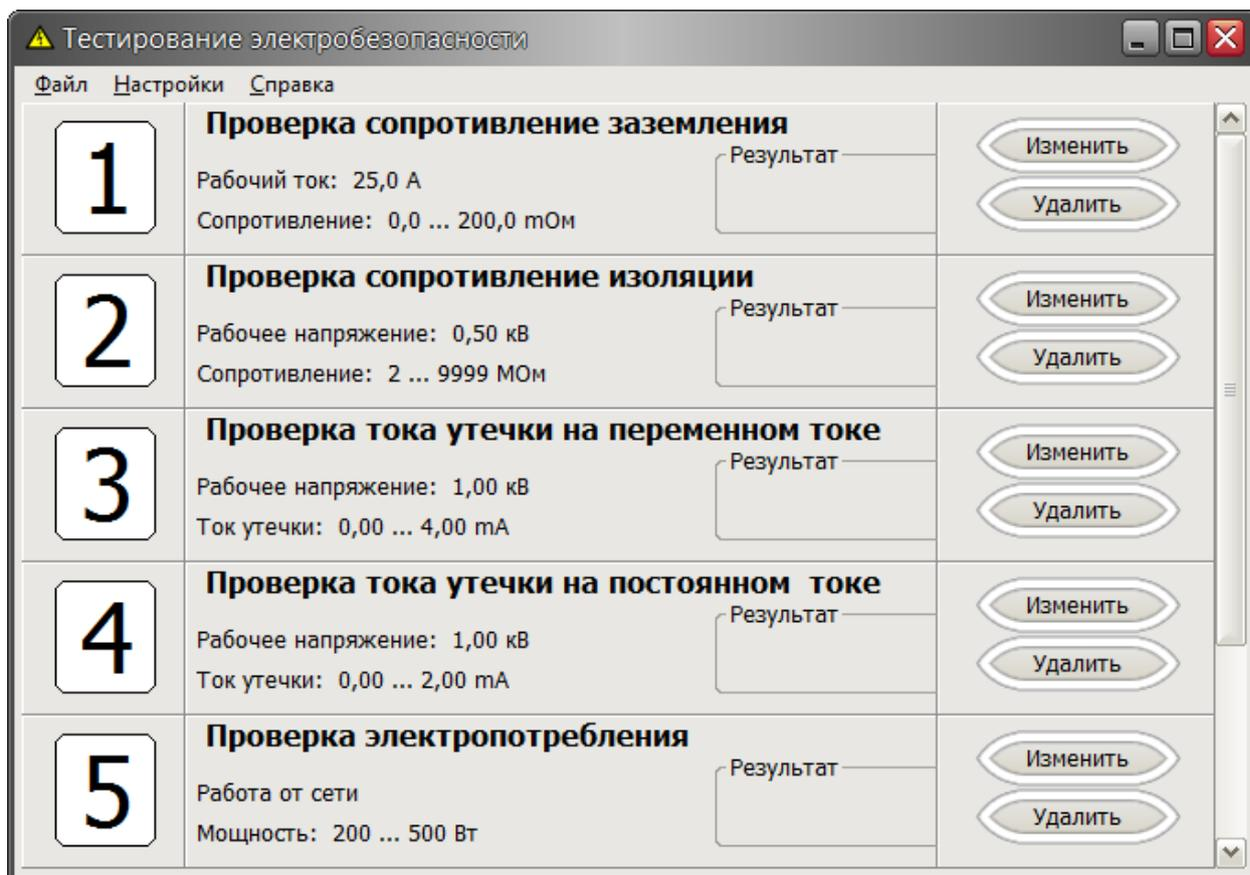

Рисунок 12 – Выбор тестов электробезопасности
12. Выбрать в меню **Файл / Стандартные тесты**. В окне «Тестирование электробезопасности» составить перечень тестов, которые будут выполняться автоматически при нажатии на кнопку «Пуск» на щупе (рисунок 12). Тесты располагаются в определенной последовательности (указан номер слева), в которой они будут выполняться.